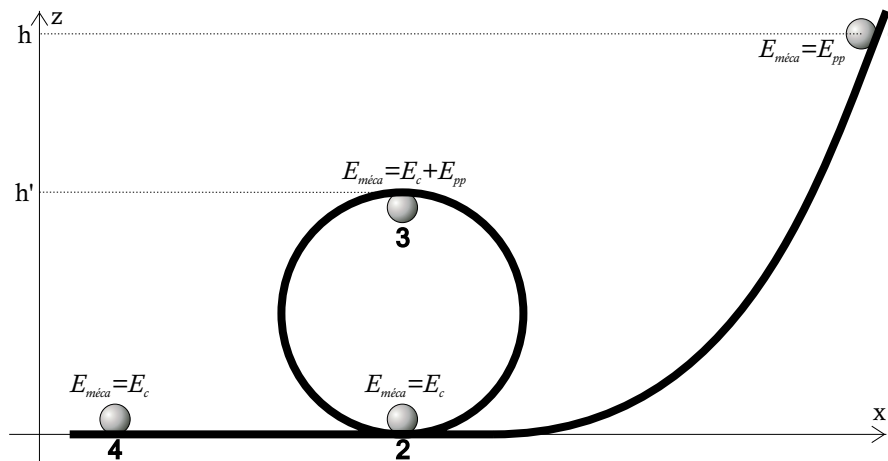

FIGURE 35 – Étude énergétique du looping
**Expérience 7.1** Étude du looping (figure 35).